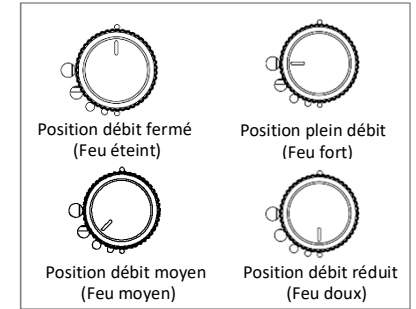

Figure 2 - Réglage de la manette de commande
5. Régler ensuite à volonté la hauteur de la flamme en tournant la ou les manettes de commande de plein débit (grand cercle) à débit réduit (petit cercle) (Voir figure 2)